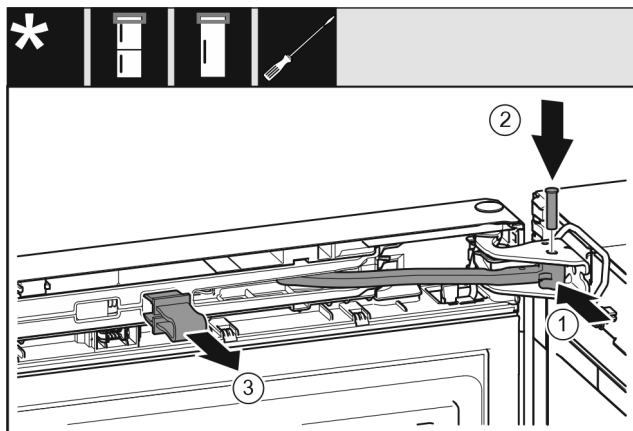

Fig. 31
- ▶ Okrenite zglobov Fig. 31 (1) u podlošku ležaja.
- ▶ Umetnite svornjak Fig. 31 (2) u podložak ležaja i zglobov. Pritom se pobrinite za to da uskočna izbočina ispravno leži u utoru.
- ▶ Skinite osigurač Fig. 31 (3).